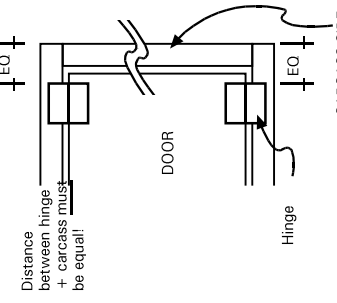

FIG 4
- The position of the hinge in relation to the side of the carcass is **critical** and **spacers should always be used** to ensure that the upper and lower hinge assumes the same position to ensure accurate alignment. (See Fig. 4)
- Die Positionierung des Scharniers an der Seite des Korpus muss exakt sein. **Distanzstücke sollten immer gebraucht werden** um sicher zu stellen, dass sich das obere und untere Scharnier an der gleichen Stelle befindet, damit die Tür/Türen akkurat ausgerichtet sind (s.Abb.4).